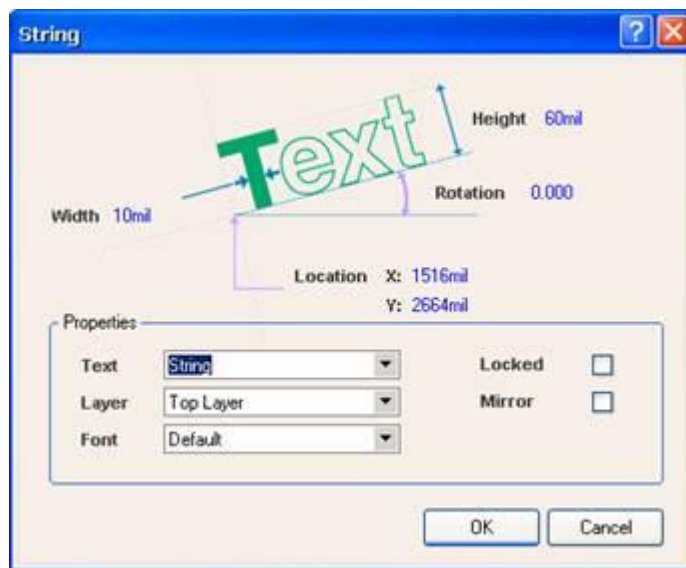

图 7-22 文字属性设置对话框
- 在用鼠标放置文字时按 `Tab` 键, 将弹出 `String` ( 文字属性 ) 设置对话框, 如图 7-22 所示。